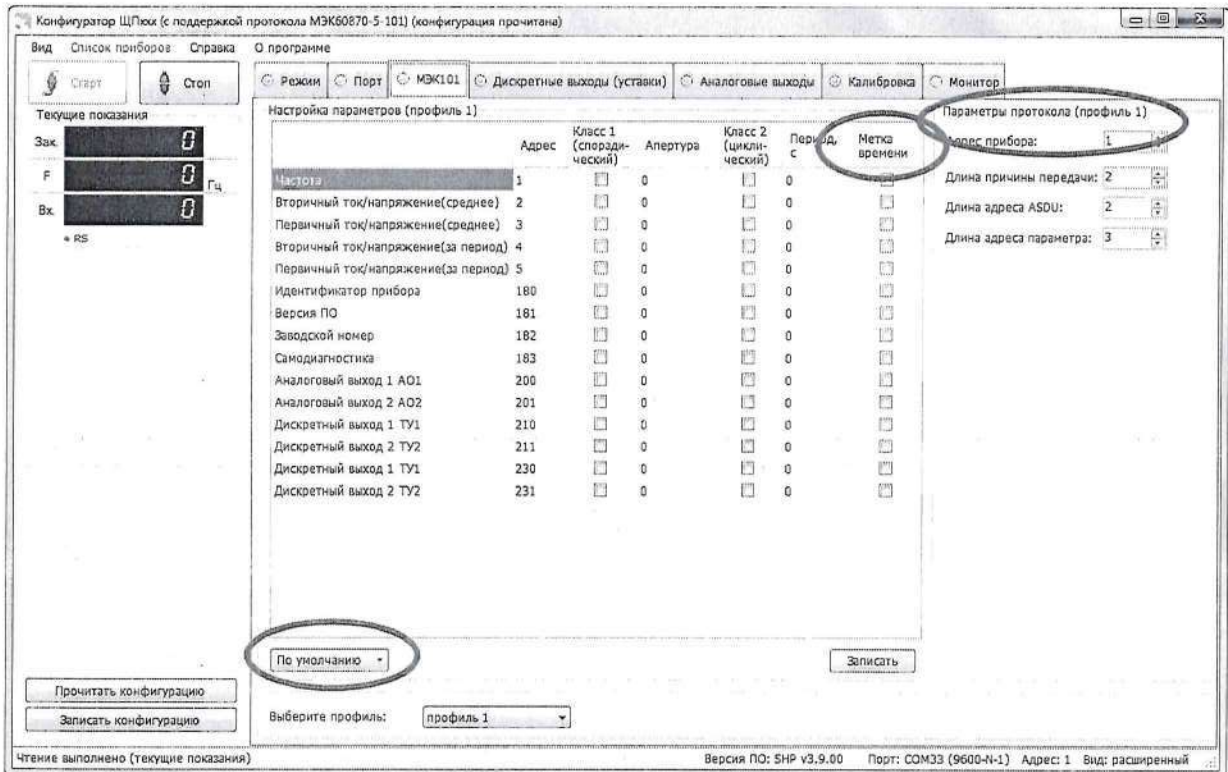

Рисунок 7 – Конфигурирование параметров по ГОСТ Р МЭК 60870-5-101
3.8.5 Настройка алгоритма ГОСТ Р МЭК 60870-5-101-2006 осуществляются во вкладке «МЭК101» (рисунок 7).